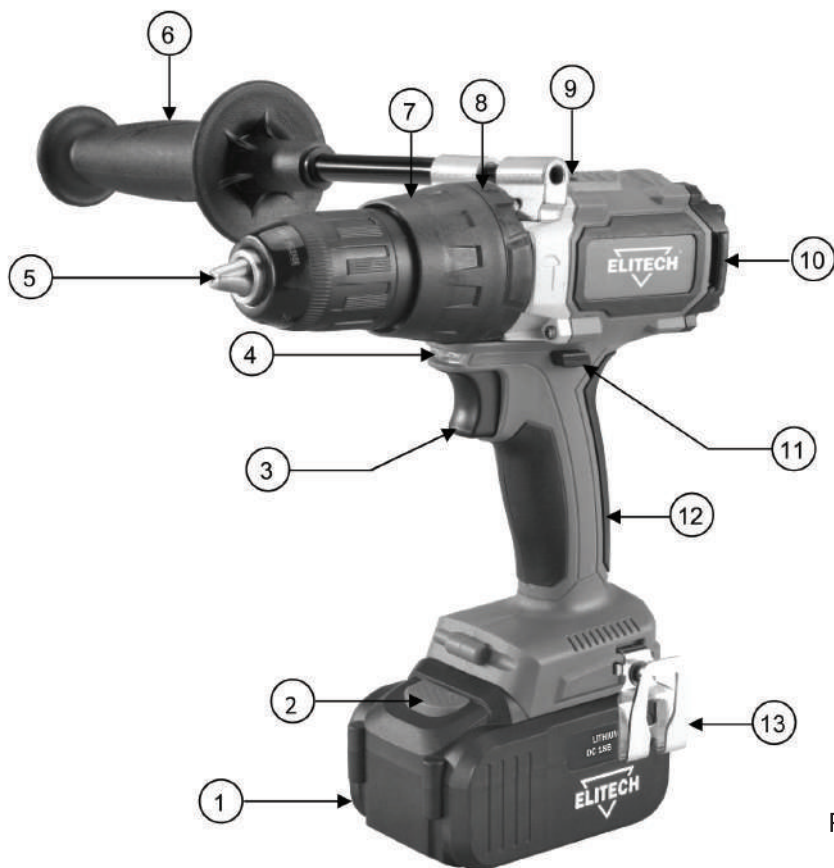

Рис. 1
- Извлеките аккумулятор 1 (Рис. 1) из прибора, нажав на кнопку разблокировки аккумулятора 2 (Рис. 1) и потянув аккумулятор из устройства.
Перед установкой аккумуляторного блока в инструмент, всегда проверяйте, что выключатель 3 (Рис. 1) работает надлежащим образом и возвращается в положение «ВЫКЛ», если его отпустить.
Данный инструмент имеет переключатель направления вращения 11 (Рис. 1).
Для изменения скорости вращения шпинделя инструмента, сначала остановите инструмент, затем переведите рычаг переключения скорости вращения 9 (Рис. 1) в положение «2» для высокой скорости или в положение «1» для низкой скорости. Перед эксплуатацией убедитесь в том, что рычаг переключения скорости установлен в надлежащее положение. Используйте надлежащую скорость вращения для Вашей работы.
Для выбора режима работы поверните кольцо 8 (Рис. 1) в нужное положение (сверление/закручивание с установленным моментом/ сверление с ударом).
**Примечание!** Для работы с установленным крутящим моментом кольцо 8 (Рис. 1) должно находиться в положении закручивание.
Крутящий момент затяжки можно регулировать в 24 положениях путем поворота регулировочного кольца 7 (Рис. 1), чтобы его градации совмещались с указателем на корпусе инструмента. Крутящий момент затяжки минимален, когда цифра 1 совмещена с указателем, и максимален, когда цифра 24 совмещена с указателем.
Аккумуляторная дрель оснащена автоматической блокировкой шпинделя. Для замены рабочей оснастки поворачивайте втулку патрона 5 (Рис. 1) против часовой стрелки. Зажимные кулачки патрона разойдутся. Вставьте оснастку (сверло или биту) в зажимной патрон как можно глубже. Затем поворачивайте втулку патрона по часовой стрелке для затяжки кулачков патрона. Крепко затягивайте оснастку в патроне, чтобы она не вылетела из патрона в процессе работы.
Аккумуляторная дрель оснащена светодиодной подсветкой 4 (Рис. 1), которая активируется каждый раз, когда происходит нажатие на выключатель 3 (Рис. 1) и продолжает гореть в течение 7 секунд после того, как Вы отпустили выключатель. Луч света направлен на рабочую зону и освещает ее при недостаточном освещении.
Для сверления установите регулировочное кольцо 8 (Рис. 1) в положение сверление.
Для сверления с ударом установите регулировочное кольцо 8 (Рис. 1) в положение сверление с ударом (молоток).